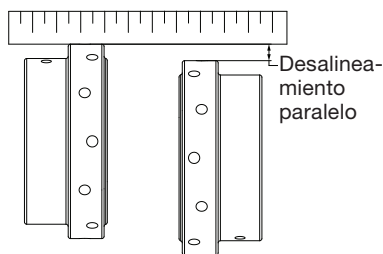

Figura 4 - Desalineamiento paralelo
3. Revise el desalineamiento paralelo colocando una escuadra a lo largo del diámetro exterior de los cubos y midiendo la separación entre dicha escuadra y el cubo en ubicaciones a 90° entre sí, tal como se aprecia en la figura 4. Ajuste el equipo hasta que la separación no sobrepase el valor que aparece en la tabla 3.